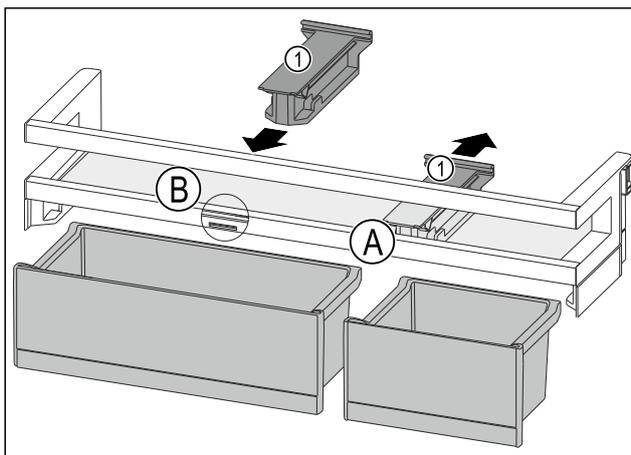

Fig. 118
- ▶ Haltebauteil Fig. 118 (1) in Position Fig. 118 (A) nach hinten abziehen.
- ▶ Haltebauteil Fig. 118 (1) in Position Fig. 118 (B) einsetzen.